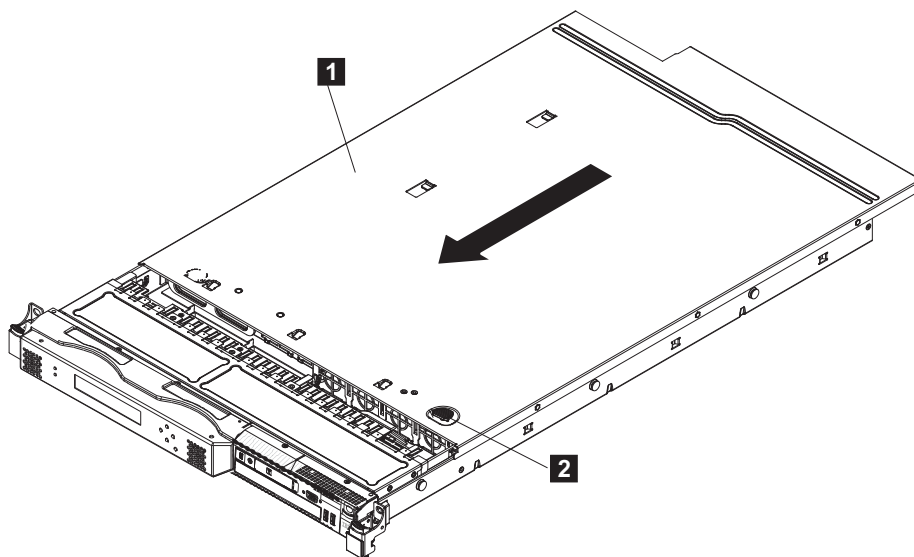

Figura 80. Substituindo a tampa do SAN Volume Controller 2145-CG8 ou 2145-CF8
4. Deslize a tampa em direção à parte frontal do nó, conforme mostrado em Figura 80.